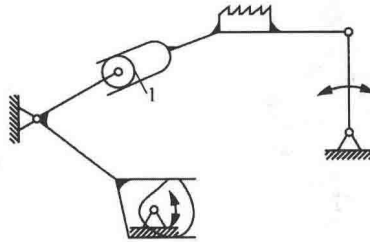

图 1-2-14 缝纫机送布机构
(6) 图 1-2-14 中, 滚子 1 处有一个局部自由度, 则该机构的自由度为